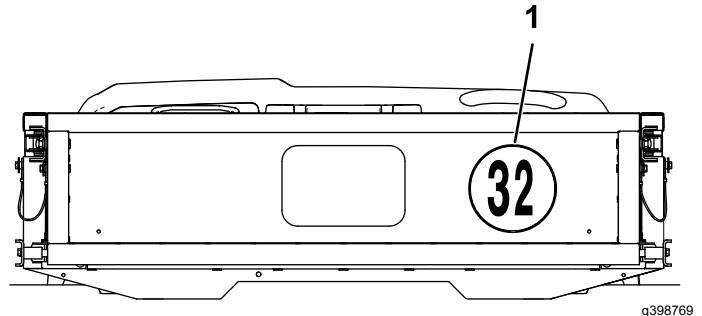

**Figura 19**
- En el lado izquierdo de la plataforma de carga, fije la pegatina de limitación de velocidad en la zona situada entre el segundo y el tercer perfil, como se muestra en la Figura 19.